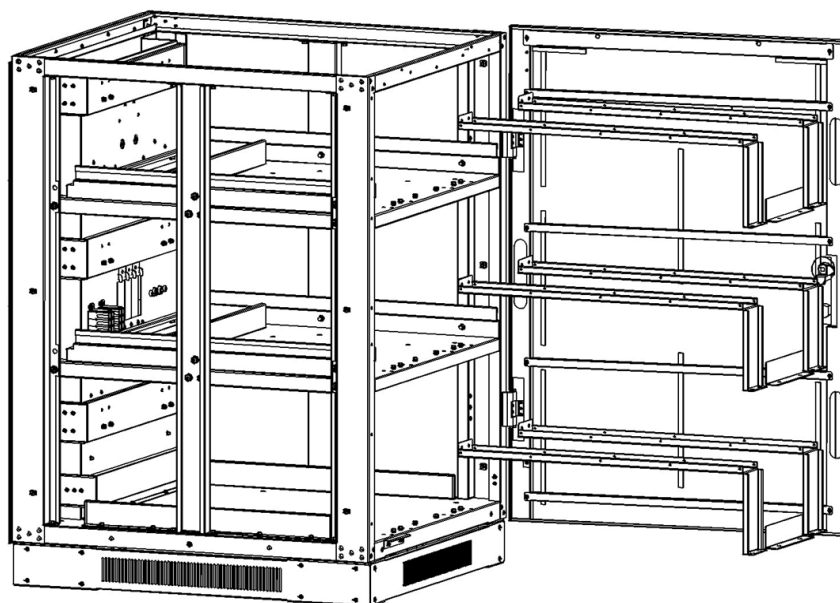

Figura 5-8
3. Retire todos los tornillos de los soportes de retención de la batería y retire los soportes de retención (Figura 5-8).